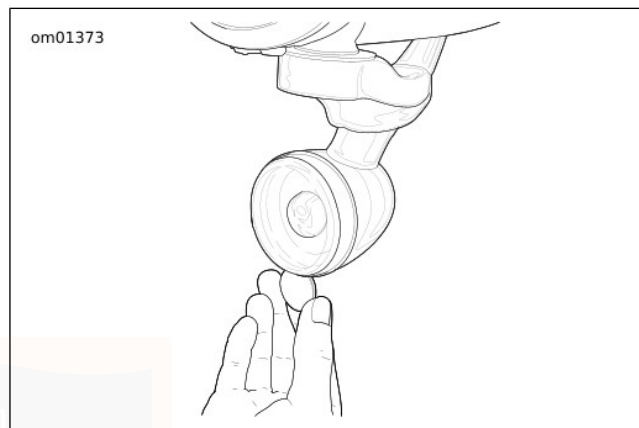

Figura 98. Tacca sulla cornice della lente
1. Vedere Figura 98. Inserire una moneta o la lama di un piccolo cacciavite nella tacca sul fondo della cornice della lente. Far leva attentamente finché la cornice della lente non scatti fuori dal guscio della luce.